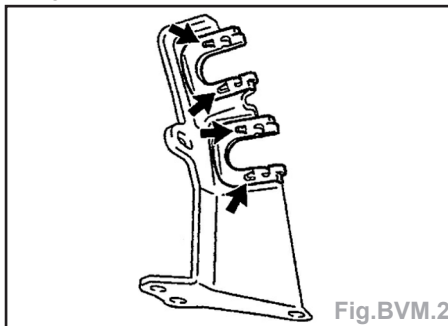

Fig.BVM.2
- Déposer les 2 agrafes de fixation (flèches) et déposer les 2 câbles de commande (Fig.BVM.2).